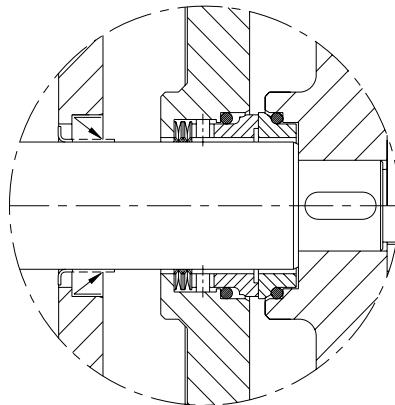

Fig. 7.2
Colocar el reten de labios (88A) en la brida refrigerada (10) teniendo la precaución de situar el labio en posición correcta ver fig. 7.2